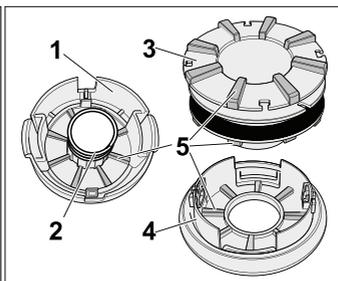

Fig. 13
- Limpar a caixa da bobina (1), (Fig. 13), a mola (2) e a bobina (3) com a respectiva tampa (4). Para limpar, utilizar um pano limpo.
- Verifique o desgaste dos dentes de ligação (5), (Fig. 13), na caixa da bobina (1), na bobina (3) e na respectiva tampa (4). Se necessário, substituir as peças danificadas.
- Retirar a bobina (3), (Fig. 13, Pág. 13) para fora da respectiva tampa (4).
- Limpar a caixa da bobina (1), (Fig. 13, Pág. 13), a mola (2) e a tampa da bobina (4). Para limpar, utilizar um pano limpo.
- Verificar o desgaste dos dentes de ligação (5), (Fig. 13, Pág. 13), na caixa da bobina (1) e na tampa da bobina (4). Se necessário, substituir as peças danificadas.